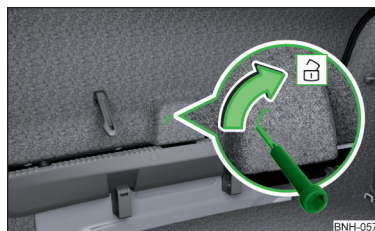

Fig. 251
- Introduzca un destornillador o una herramienta similar hasta el tope en el rebaje del revestimiento de trampa » fig. 251.